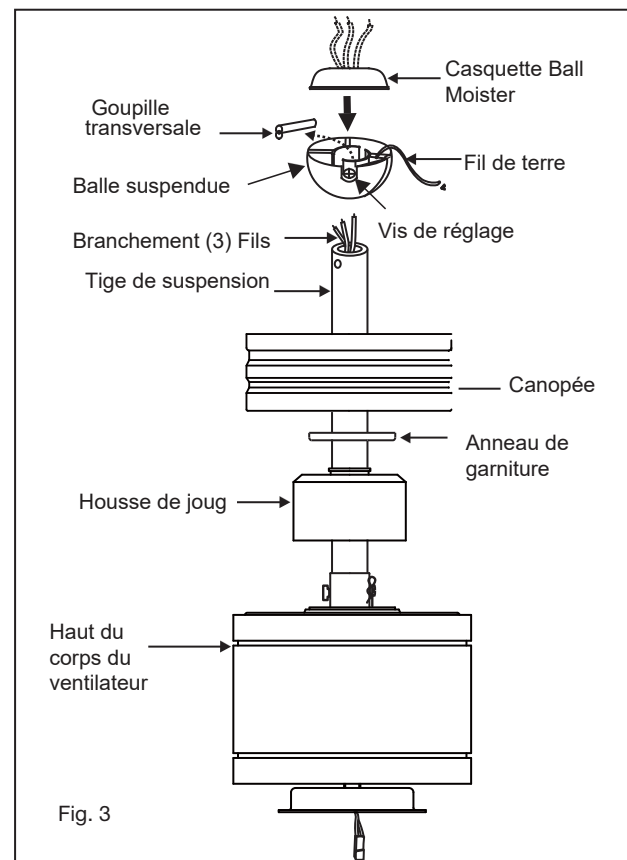

Fig. 3
- 6 Glissez le couvercle de l'étrier, l'anneau de garniture et la verrière sur la tige de suspension. (Fig.3)
- 8 Faites passer les fils à travers les trous du capuchon d'humidité de la bille en caoutchouc et faites glisser le capuchon vers le bas sur le dessus de la bille. (Fig.3)
Retirez les vis et retirez la plaque de verre du couvercle de la lampe (Fig.2), puis fixez le couvercle métallique au couvercle de la lampe B et au couvercle de la lampe A avec les vis fournies. (Fig.3)
Un flux d'air VERS LE BAS crée un effet de refroidissement comme illustré à la figure 3. Cela vous permet de régler votre climatiseur sur un réglage plus chaud sans affecter votre confort.